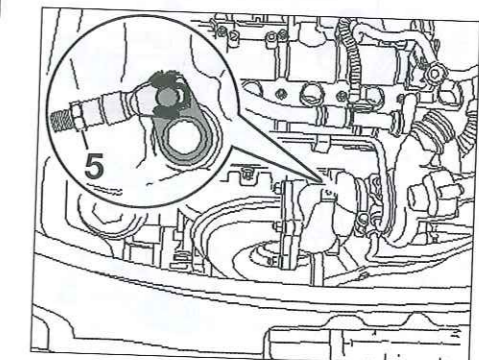

Fig. 63
- Si el valor no corresponde, aflojar la contratuerca (5) y desatornillar la varilla roscada de la varilla de mando hasta la obtención del valor (Fig.63).